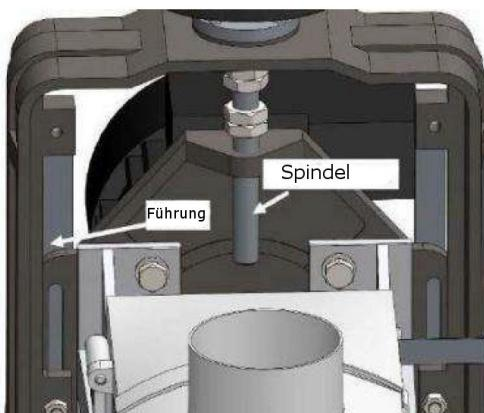

Abb. 27: Schmierung
1. Tauschen Sie ein schadhaftes Schleifband sofort aus. Überprüfen Sie in regelmäßigen Abständen die korrekte Einstellung des Vorschubbandes. Schmieren Sie monatlich alle bewegten Teile (Abb.27) wie Gewindespindel, Scheiben und Lagerbüchse einschließlich der Höhenanschlag, Gleitflächen und Buchsen, die mit dem Höheneinstellmechanismus verbunden sind. Verwenden Sie hierfür kein Öl oder Fett, da es dazu neigt, Sägemehl zu binden.